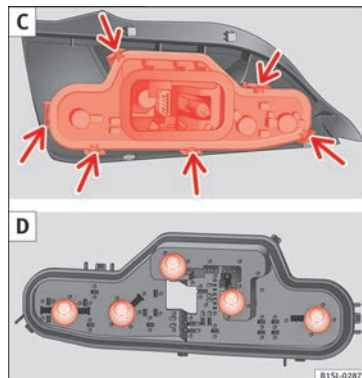

Fig. 89 Grupo óptico trasero: C: desmontar el portalámparas, D: desmontar las lámparas.
8. Desbloquee el portalámparas en las bridas de bloqueo (flecha) » fig. 89 C y extraiga el portalámparas de la luz trasera.
9. Sustituya la lámpara averiada por una lámpara nueva idéntica » fig. 89 D.
10. Coloque el portalámparas en el grupo óptico trasero. Las lengüetas de bloqueo (flecha) deben encastrar de forma audible » fig. 89 C.